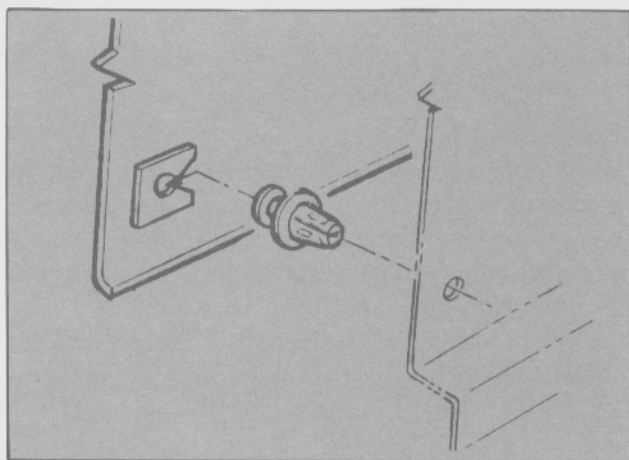

Fig. 2 - Trabas de retención del panel de tapizado.
- Utilizando la herramienta especial N° T82A-930053-BAS, separar con cuidado las trabas de retención de sus puntos de anclaje (Fig. 2).